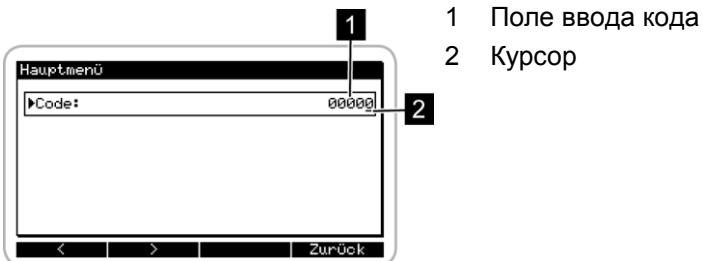

Рис. 50: Меню ввода кода
1. При помощи клавиш измените мигающее значение в поле ввода кода (Рис. 50/1).